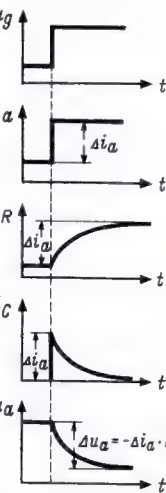

Bild 14. Zur Definition der Anstiegszeit
Bild 14 zeigt die Form eines Anodenspannungsimpulses, bei der es schwer ist, die Punkte 0 % und 100 % zu finden. 10 % und 90 % sind dagegen genau zu bestimmen. Die Gleichung (12) gilt allerdings nur für eine Stufe, an deren Gitter ein idealer Sprung liegt; die Definition der Anstiegszeit dagegen (Zeit, in der ein beliebig geformter Impuls von 10 % auf 90 % seiner Gesamtamplitude ansteigt) ist gültig und bindend für alle ganz gleich wie geformten Anstiege. Wollen wir z. B. bei einer schädlichen Kapazität von 15 pF einen Impuls von 0,5 μ s Breite übertragen und dabei gewährleisten, daß der entsprechende verstärkte Impuls nach 0,5 μ s wenigstens auf 90 % der Maximalhöhe gelangt ist, so verwenden wir Gleichung (13), die den Anstieg von 0 % auf 90 % angibt (gilt ebenfalls nur für eine Stufe, an deren Gitter ein idealer Sprung liegt):